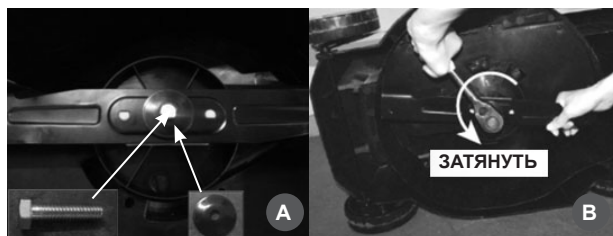

Рис.5
1. Установите тарельчатую шайбу на нож и закрутите болт крепления ножа (Рис.5А)
2. Удерживайте нож твердо одной рукой и используя гаечный ключ, затяните болт крепления ножа против часовой стрелки (Рис.5В).